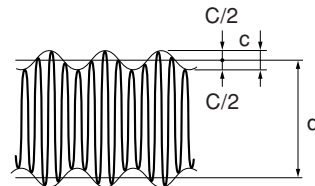

Fig. 3
- ③ オシロスコープは0.5 V/div, 5 mSec/divに設定し、機械を1~10 m/minの速度で動かしながらFig.3のような波形が観測できるように(TIME/DIV)を設定し直してください。